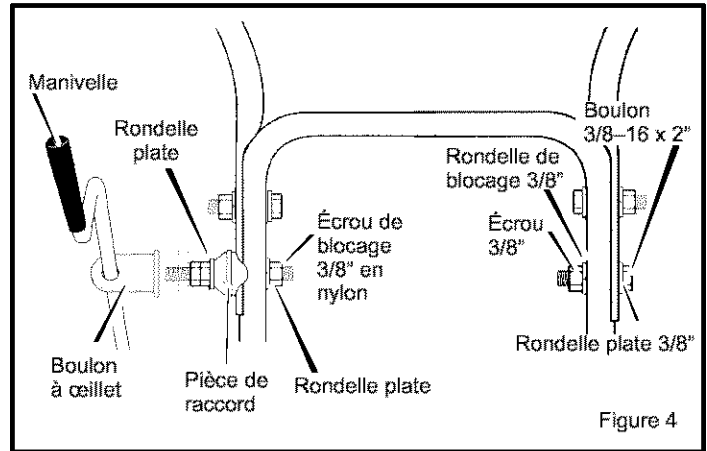

Figure 4
3. Installer les pièces fournies dans le sac (vis, rondelle plate, rondelle de blocage, écrou hexagonal) dans l'orifice droit du bas de la poignée supérieure (voir Figure 4). Ne visser qu'une fois que tous les boulons sont en place.
5. Faire passer le boulon à œillet à travers l'orifice inférieur de la poignée gauche. (Voir Figure 4).